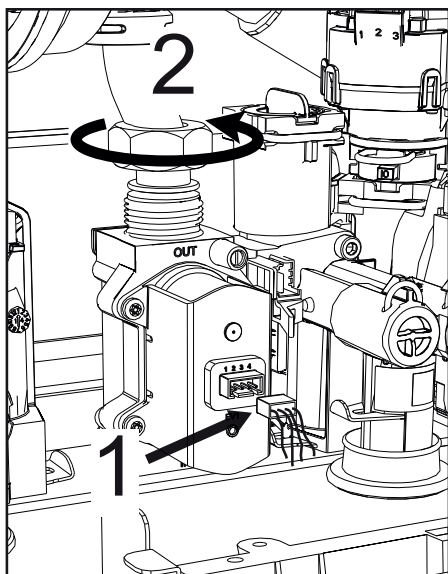

fig. 51 -
- Desconectar los conectores eléctricos "1" ("fig. 51 -").
- Desconectar el tubo de alimentación de gas "2" ("fig. 51 -")